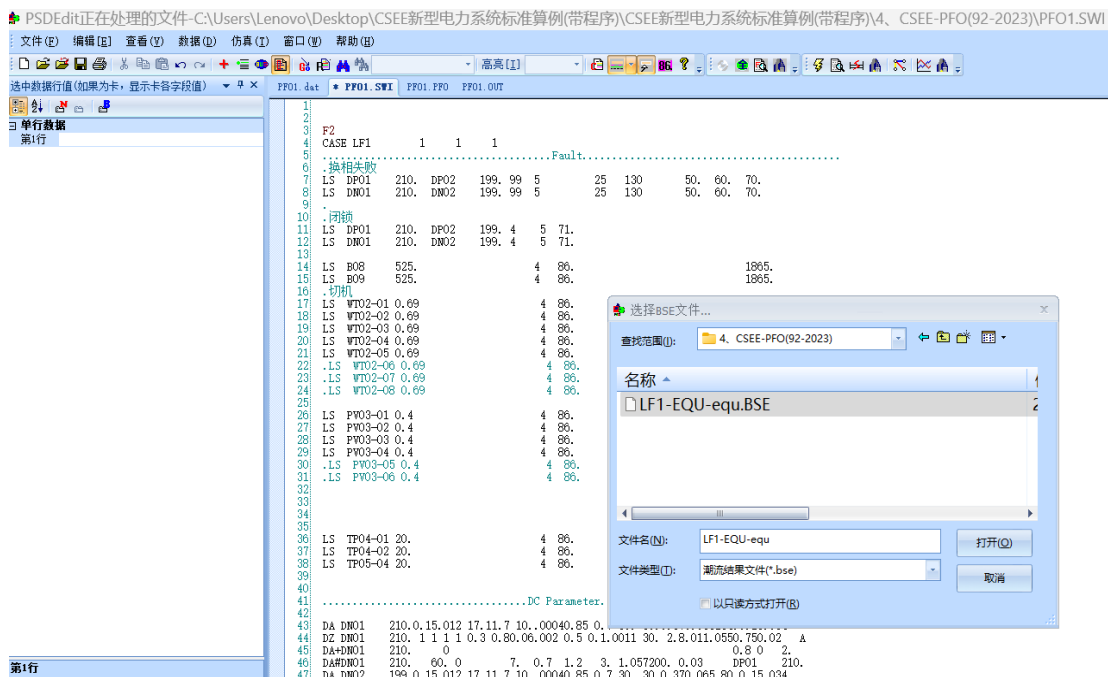
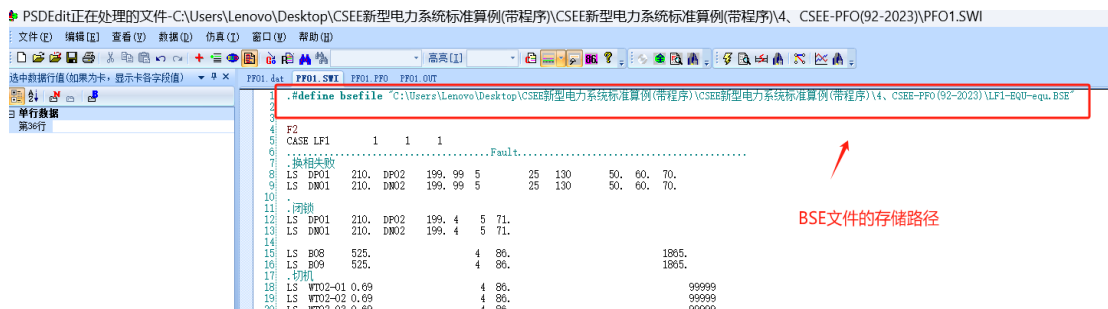

图 6 设置故障
图 7 选定路径
1) 利用 PSDEdit 打开 PFO1.swi 文件, 如图 6 所示。通过 LS 卡设置故障, 算例默认故障为换相失败后闭锁切机, 故障持续时间为 16 周波。FF 卡可设置仿真步长和时长。B 卡可设置所需元件的变量输出。
2) 首次点击【执行潮流或稳定计算】需要选择 BSE 文件的存储路径, 如图 6 所示。选定路径后自动进行稳定计算, 并在 SWI 文件的首行自动生成路径的指令, 后续重复计算将无需反复选择 BSE 文件的存储路径, 如图 7 所示。